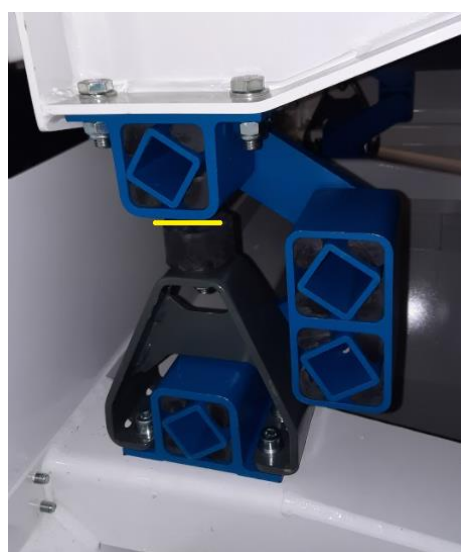

Figure 11. Éléments d'agitation
**ATTENTION !!** Assurez-vous que le cadre vibrant est « libre » de la butée de fin de course. Ceci est illustré sur la figure 11 avec la ligne jaune. Assurez-vous que l'espace entre eux est de 6 à 8 mm avec un lit de tamis non chargé. Cela garantit de bouger « librement » le lit de tamis et éviter les dommages.
En fonction de la quantité de produit et des heures de fonctionnement, le nouvel élément agitateur va s'affaisser, nous parlons de la partie bleue de la figure 11. Ce sera quelques millimètres. Vérifiez cela chaque semaine avec un nouvel élément d'agitation pendant une période de six mois. Si l'espace est inférieur à 6 mm, vous pouvez effectuer les opérations suivantes :
1. Desserrez le tampon rond noir et retirez l'écrou (Figure 11).